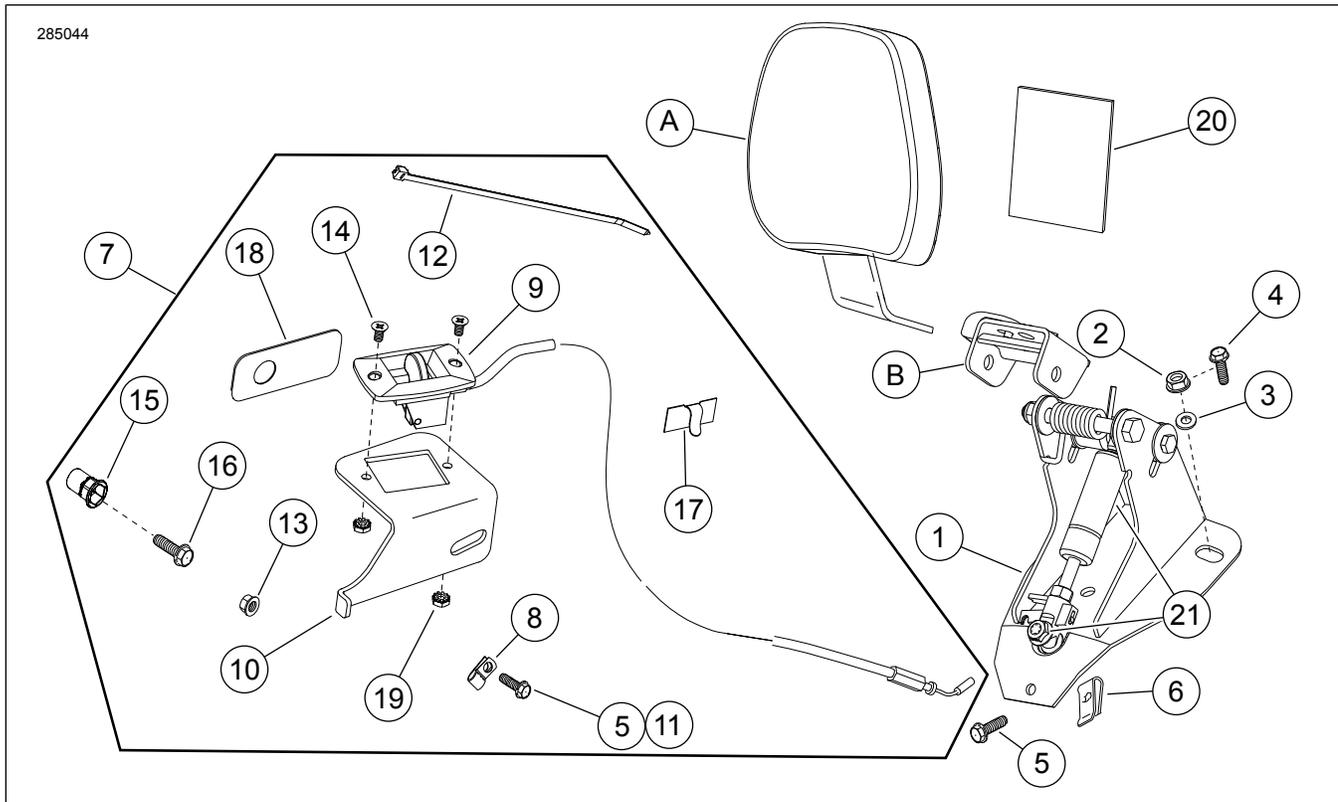

Abbildung 14. Ersatzteile: Befestigungsteilesatz für verstellbare Fahrerrückenlehne
7. Siehe Abbildung 14 >. Nehmen Sie die Verstellgriffhalterung (10) aus dem Satz.
8. Siehe Abbildung 14 >. Stecken Sie das Kabel (Teil von Pos. 9) wie gezeigt durch die Öffnung in der Einstellgriffhalterung (10). Bringen Sie den Einstellgriff (Teil von Pos. 9) mit den beiden Schrauben (5) in der Halterung (10) an. Ziehen Sie die Schrauben fest aber nicht zu stark an.
15. **Kalifornische Modelle mit Verdampferbehälterrohr:** Siehe Abbildung 14 . Nehmen Sie den Clip mit der Klebstoffrückseite (17) aus dem Satz. Reinigen Sie den flachen Bereich der Halterung des Einstellgriffs ungefähr an der Stelle, an der der Original-Kunststoffschlauchclip mithilfe von Isopropylalkohol entfernt wurde. Befestigen Sie den Clip an der Halterung und führen Sie das Verdampferrohr durch den Clip. Biegen Sie den Clip nach unten, damit der Schlauch sicher gehalten wird.
17. Siehe Abbildung 3 >. Bringen Sie den Einstellgriff für die Rückenlehne (2) wie abgebildet mit den mitgelieferten Senkkopfschrauben (3) (Pos. 5, Abbildung 14) in der Einstellgriffhalterung (1) an. Die Schrauben fest anziehen.
2. **Modelle ab 1999:** Siehe Abbildung 14 . Bringen Sie die Rückenlehnenhalterung (1) wie abgebildet mit den Flanschmutter (2), den Unterlegscheiben (3) und der Schraube (5) an. **Modelle 1997–1998:** Verwenden Sie Sechskantschrauben (4) und Unterlegscheiben (3).
4. Siehe Abbildung 14 >. Legen Sie den Sitzschutz (20) bereit.